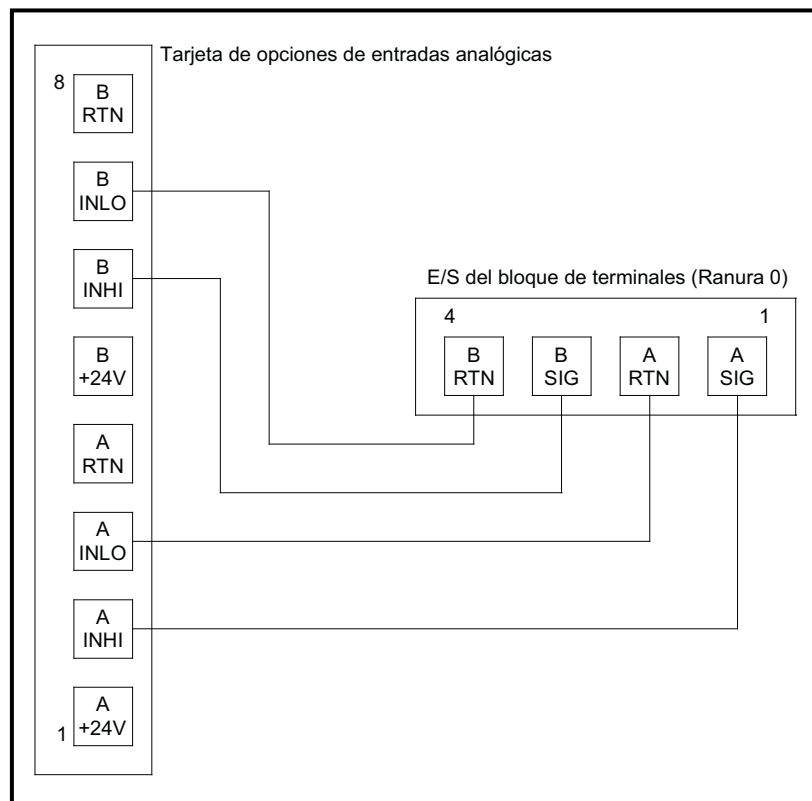

Figura 3: Conexiones de calibración de entrada analógica
Conecte las salidas analógicas de la **Ranura 0** (o una fuente de corriente calibrada independiente) a las entradas analógicas de la tarjeta de opciones, como se muestra en Figura 3. Consulte el mapa de menús en la Figura 6 en la página 15 como guía.
El procedimiento para calibrar la **Entrada A** es idéntico al de la calibración de la **Entrada B**. Sin embargo, al calibrar la **Entrada B**, asegúrese de que una fuente de corriente calibrada esté conectada a los pines apropiados del bloque de terminales. Consulte Figura 3 en la página anterior para ver los números pin correctos. Para calibrar una tarjeta de entrada de 0/4-20 mA, consulte la sección siguiente.
1. Conecte la fuente de corriente de 4 mA a la entrada analógica seleccionada actualmente, como se muestra en la Figura 3 en la página 6.
1. Conecte la fuente de corriente de 20 mA a la entrada analógica seleccionada actualmente, como se muestra en la Figura 3 en la página 6.